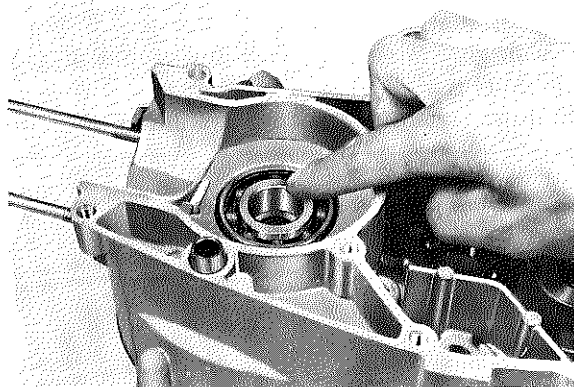

Fig. 3-3-39
7. Si les roulements sont restés en place, les huiler généreusement immédiatement après nettoyage et séchage du carter. Faire tourner les roulements pour voir si on ne sent pas un frottement causé par la détérioration des billes ou des bagues (Fig. 3-3-39)
7. Falls die Lager nicht ausgebaut wurden, so müssen diese unmittelbar nach dem Waschen und Trocknen gründlich geölt werden. Lager drehen, um diese auf harte Stellen zu prüfen, die auf beschädigte Laufringe und Kugeln hindeuten. (Fig. 3-3-39)